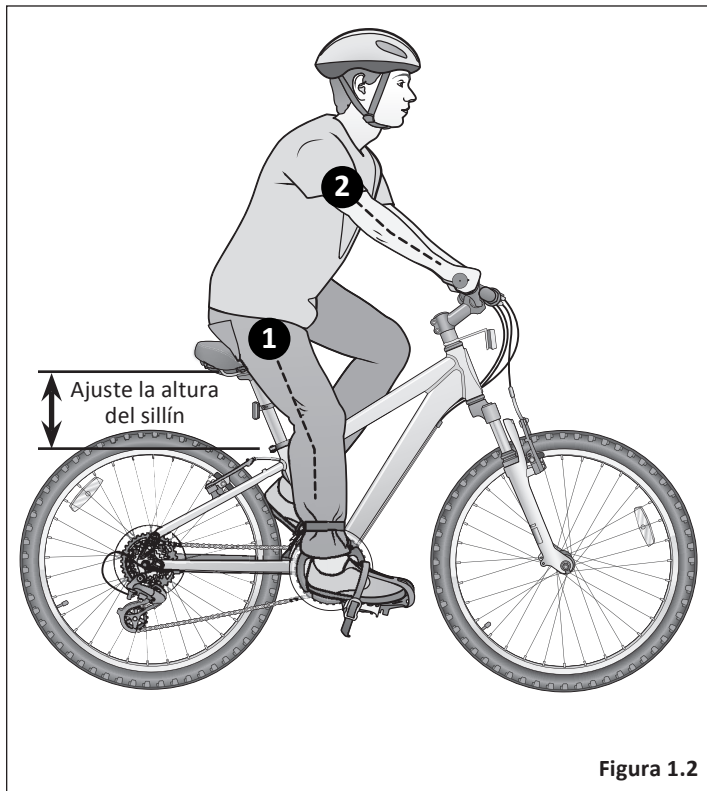

Figura 1.2
- 1 Sus piernas deben estar casi completamente rectas cuando el pedal está en la posición más baja, con sólo una leve curva en la rodilla. **Figura 1.2**